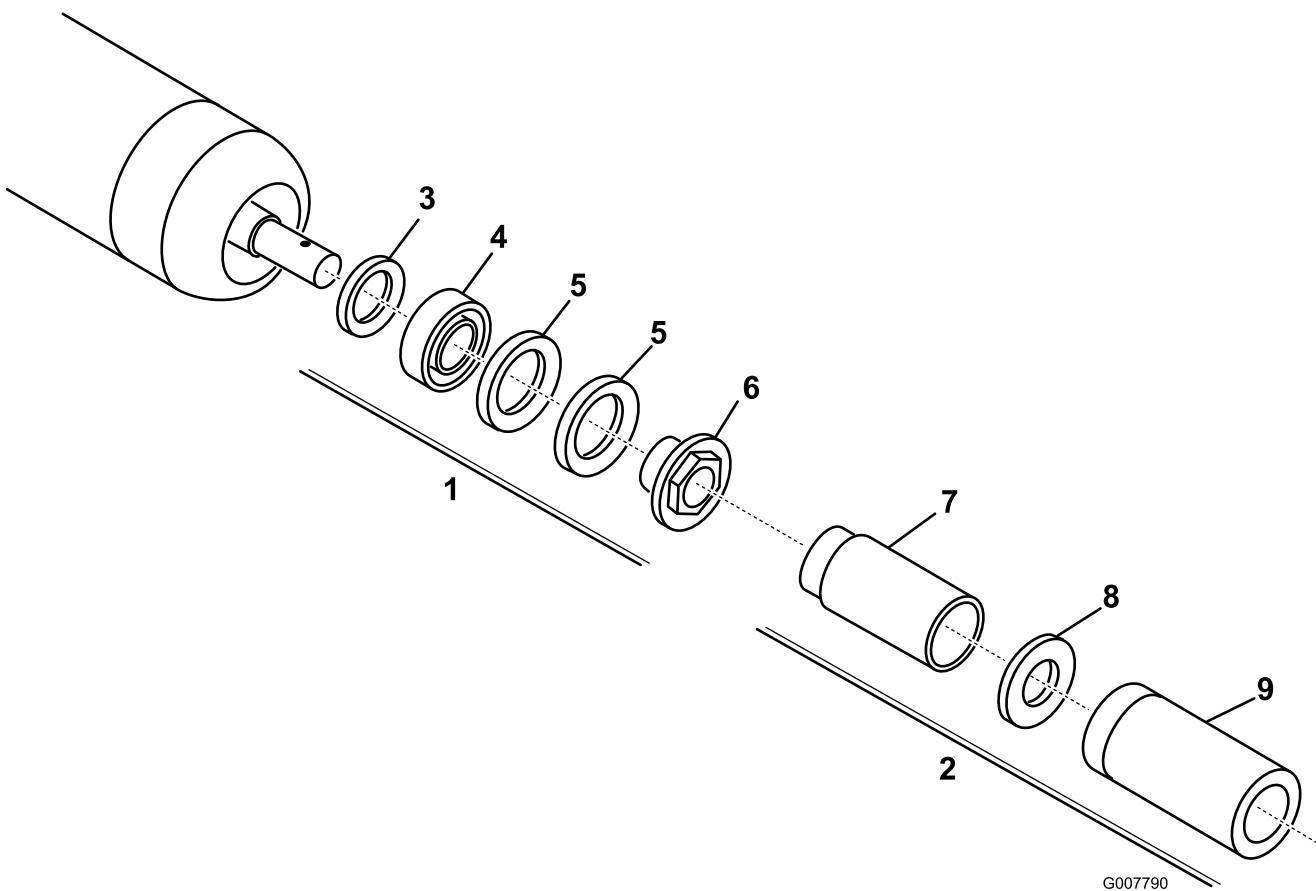

**Figura 32**
3. Serrate il dado di tensione della molla finché la molla non si piegherà, quindi allentate di 1/2 giro (Figura 32).